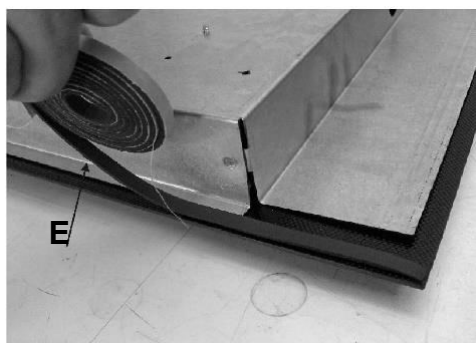

РИС. 9
- Установите варочную панель в отверстие в мебели и закрепите винтами F с помощью крепежных крючков G (см. рис. 9).